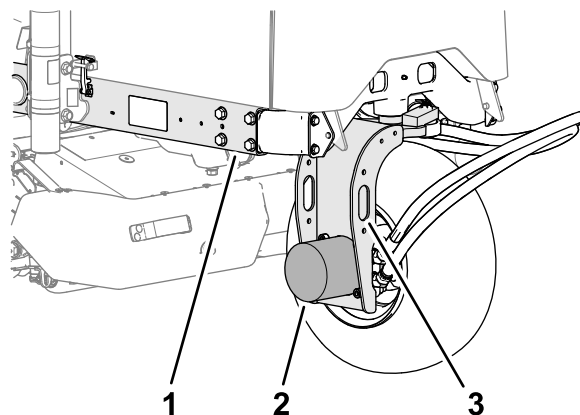

Bild 54
2. Befestigen Sie das Hebezeug an der Vergurtungsöse der Hinterradgabel (Bild 54).